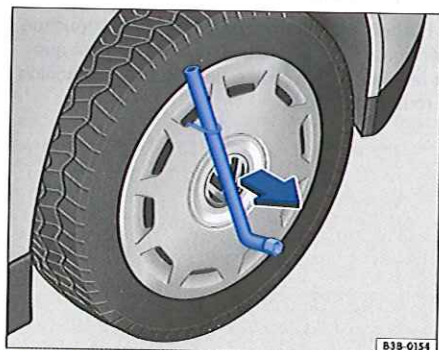

Fig. 255 Retrait de l'enjoliveur de roue plein.
- Faites passer la clé démonte-roue à travers l'étrier métallique → fig. 255 et retirez l'enjoliveur de roue plein dans le sens de la flèche.